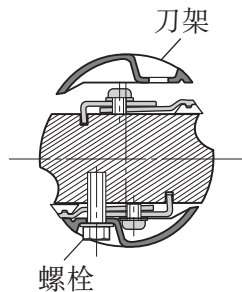

图 19
- (6) 如图 19 所示，将刀架置于已完成组件之上，并用 3 个螺栓固定之。务请拧紧螺栓。对反侧的炭化刃也请按相同方法进行。